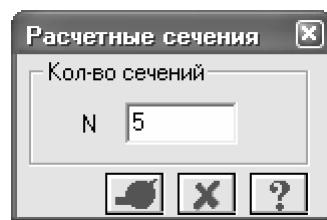

Рис.3.18. Диалоговое окно Расчетные сечения
- С помощью меню **Схема ⇒ Расчетные сечения стержней** (кнопка на панели инструментов) вызовите диалоговое окно **Расчетные сечения** (рис.3.18.).